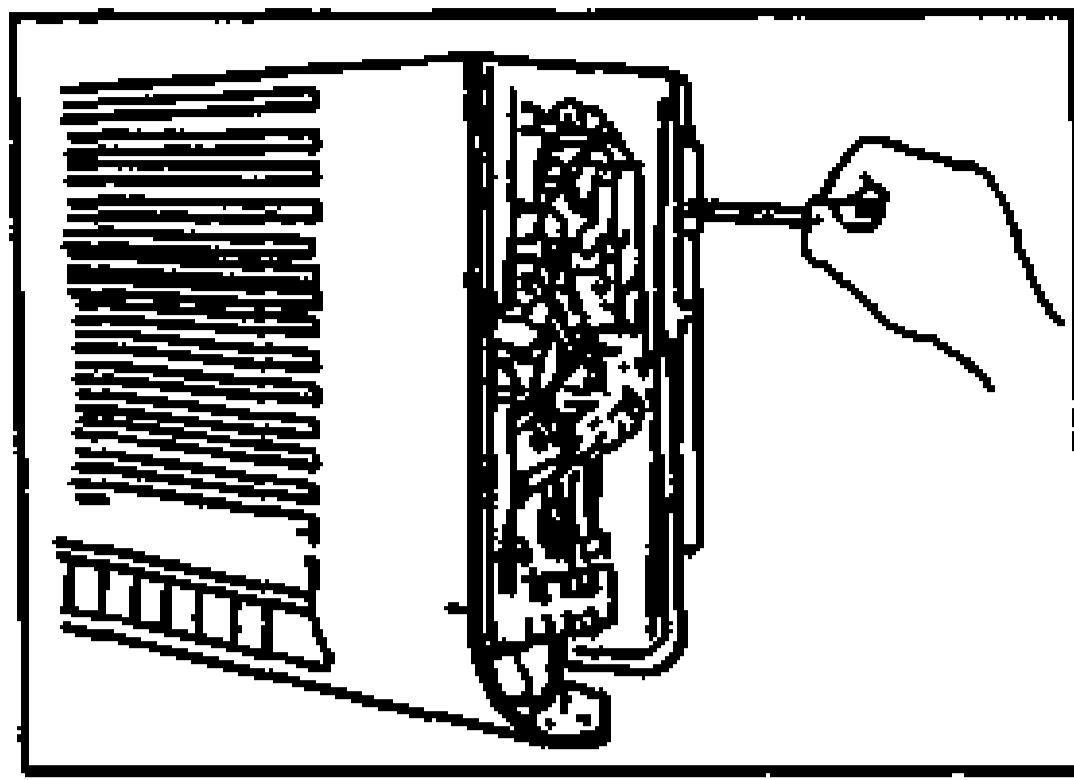

图 7-2-10
(7) 用螺钉将主机固定在吊板上，如图 7-2-10 所示。